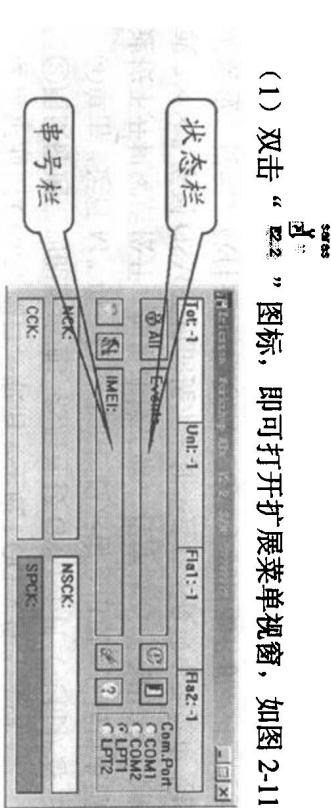

图 2-11
(1) 双击“ ”图标，即可打开扩展菜单视窗，如图 2-11 所示。